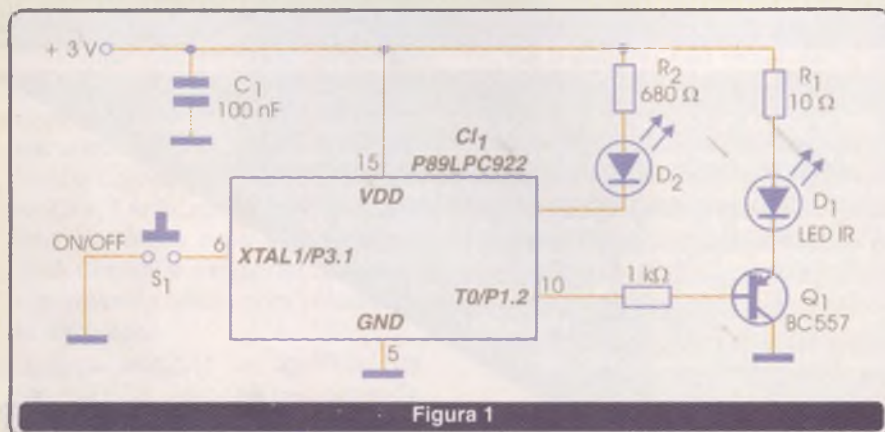

Figura 1
Este circuito usa um microcontrolador P89LPC922 para gerar um sinal de 36 kHz, podendo servir de base para um transmissor infravermelho básico. O transmissor infravermelho (IR) é formado pelo transistor Q_1 e pelo diodo IR D_1 . No circuito foi utilizado um diodo infravermelho comum de controle remoto. O circuito pode ser ampliado e adaptado de acordo com as necessidades de cada aplicação, normalmente empregando algum protocolo para comunicação. Veja a **figura 1**. O interruptor S_1 habilita ou desabilita a frequência. Quando o microcontrolador é contactado à fonte de tensão, a frequência está desabilitada, sendo necessário pressionar S_1 . O LED 2 é usado para verificar que o programa está sendo executado.